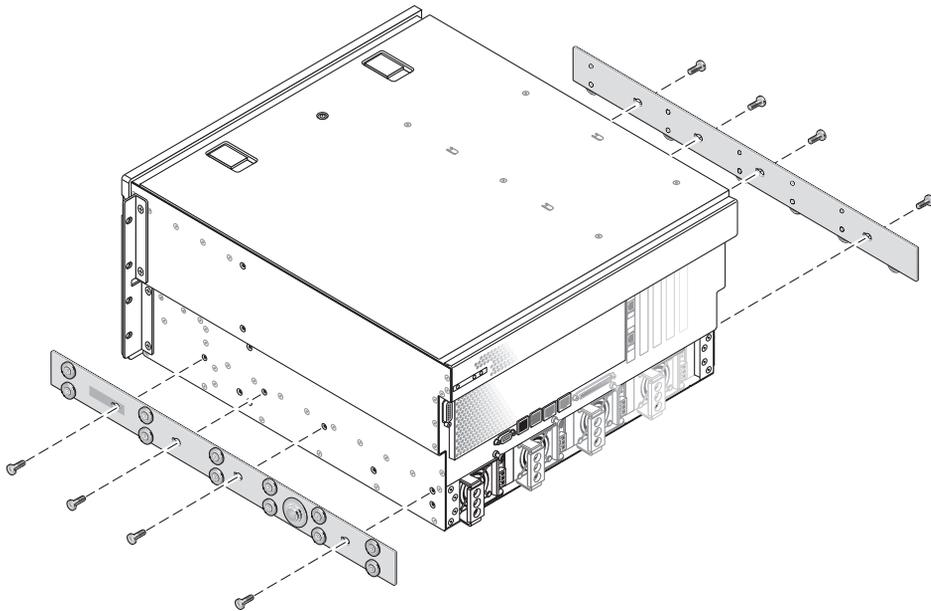

FIGURA 3-9 Fijación de los rieles a la carcasa del sistema
5. Alinee los orificios de los rieles con los orificios apropiados de ambos lados del servidor y, utilizando los ocho tornillos entregados con el producto (cuatro tornillos por cada lado), fije los rieles a los laterales del servidor (FIGURA 3-9).